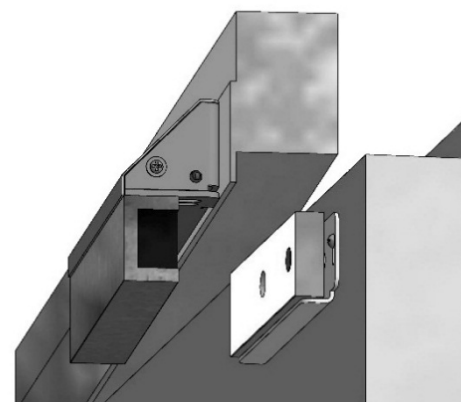

Рисунок 4 - Установка замка с монтажным комплектом МК AL-350FB-M-01
- МК AL-350FB-M-01 монтажный комплект для крепления корпуса замка на кронштейне (рисунок 4) (кронштейн, кожух и комплект крепежа);